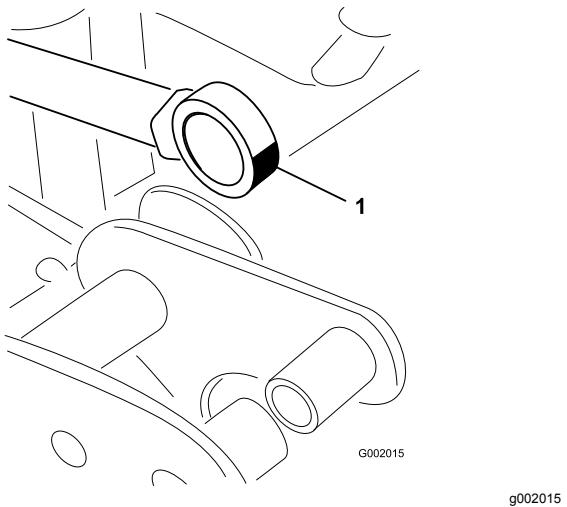

Figura 64
5. Manipule el extremo del cojinete del émbolo del actuador y aplique grasa al cojinete (Figura 64).